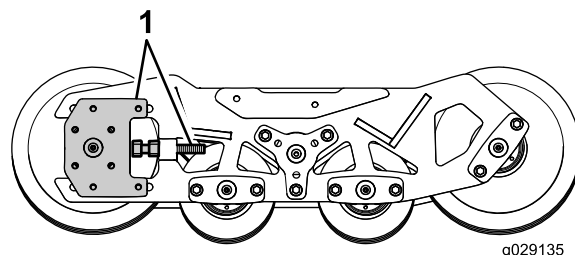
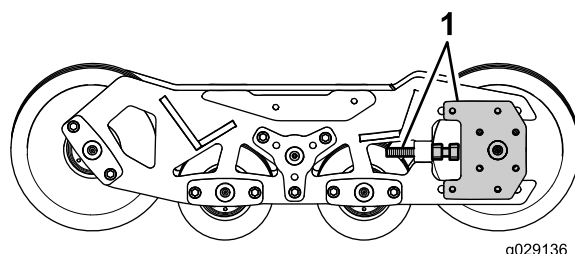

Figura 8
Figura 9
1. Coloque el bastidor del chasis para que los ajustadores de oruga queden alejados del centro de la máquina, como se muestra en Figura 8 y Figura 9.
Nota: Figura 8 y Figura 9 muestran únicamente los ajustadores de oruga externos, no los internos.